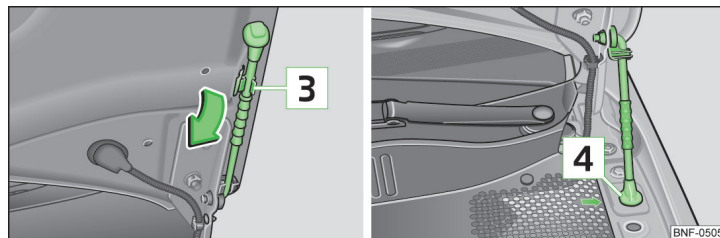

Fig. 97 Sikring af motorhjelm
- Tag holderen til motorhjelmen ud af holderen [3] i pilens retning » Fig. 97.